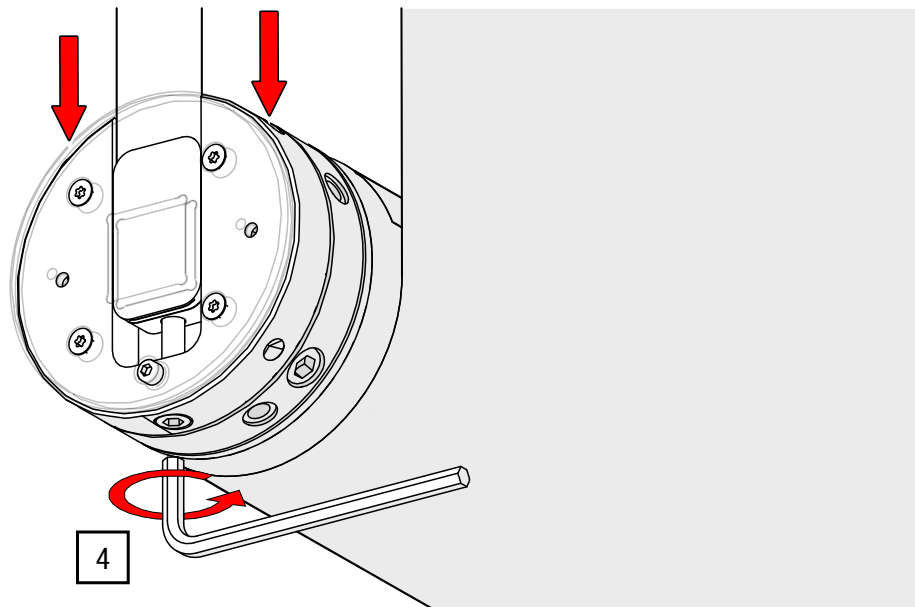

Abb. 36: Nivellierung einstellen – Wickelwelle nach unten justieren
4. Drehen Sie die Nivellierschraube mit einem ISK SW 8 entgegen dem Uhrzeigersinn (siehe Abb. 36).